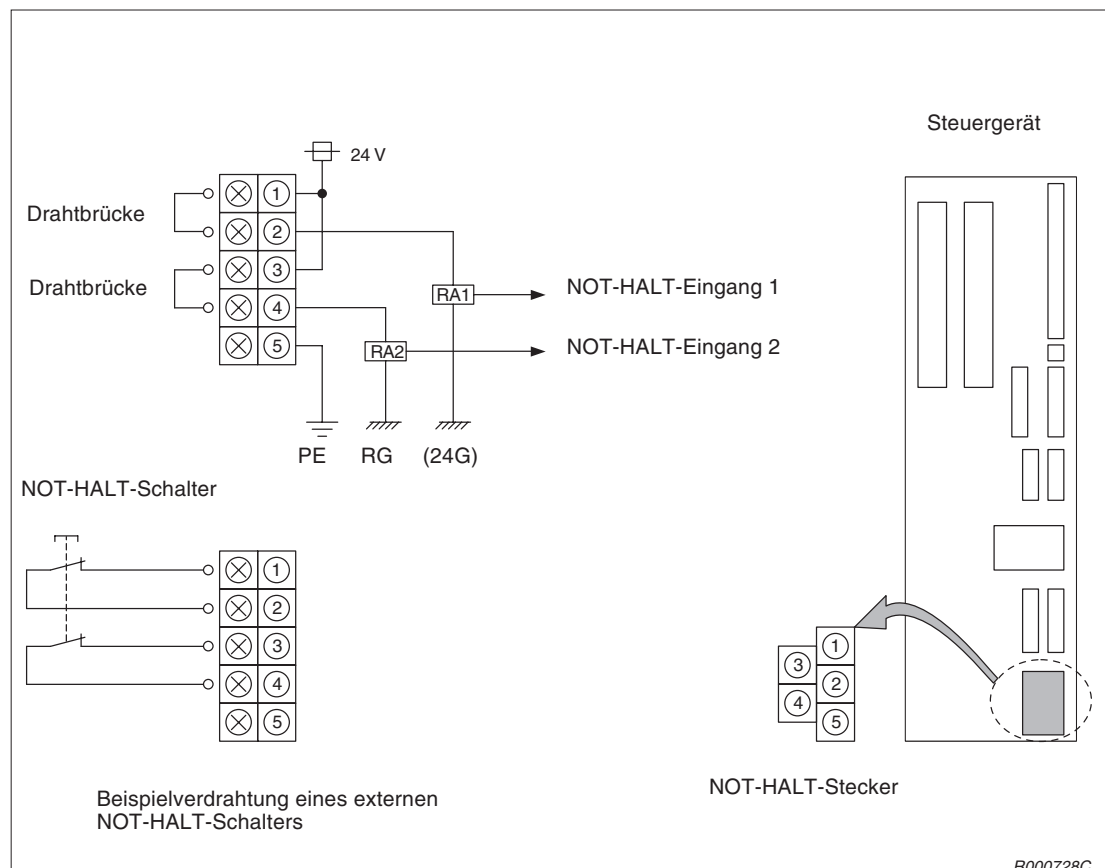

Abb. 6-7: Anschluss eines externen NOT-HALT-Schalters (Steuergerät CR2)
- ① Entfernen Sie die Kunststoffabdeckung des NOT-HALT-Steckers.
- ② Lösen Sie die Schrauben der entsprechenden Anschlussklemmen und entfernen die Drahtbrücken.
- ③ Nehmen Sie die Anschlussleitung des externen Schalters und entfernen 5 bis 7 mm der Leitungsisolierung.
- ④ Legen Sie die abisolierten Leitungsenden unter die Schraubenklemme. Der Anschluss des NOT-HALT-Schalters erfolgt wie in Abb. 6-7 über die Klemmen 1–2 und 3–4.
- ⑤ Drehen Sie die M3,5-Schrauben fest an.
- ⑥ Befestigen Sie die Kunststoffabdeckung des NOT-HALT-Steckers.